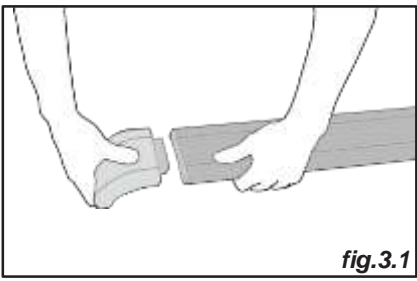

fig.3.1
- Montar o perfil de alumínio e os acessórios com uma chave autoroscante Parafuso 4,2 x 19 mm ou rebite, de acordo com os esquemas abaixo (fig.3.1 e 3.2).